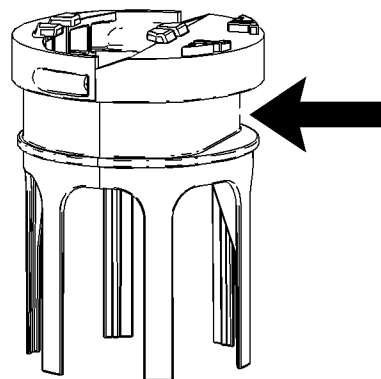

Ilustración 195
8. Apriete la abrazadera de fleje $4,5 \pm 0,7 \text{ N}\cdot\text{m}$ ($40 \pm 6 \text{ lb}\cdot\text{pulg}$) y verifique que esta esté alineada, como se muestra en la ilustración 195, con el lugar plano de la base. Asegúrese de que el filtro no se apretuje cuando apriete la abrazadera de fleje.
10. Apriete los pernos (6) en una secuencia alternada a un par de $5 \pm 1 \text{ N}\cdot\text{m}$ ($44 \pm 9 \text{ lb}\cdot\text{pulg}$). Apriete los pernos (6) nuevamente en una secuencia alternada a un par de $5 \pm 1 \text{ N}\cdot\text{m}$ ($44 \pm 9 \text{ lb}\cdot\text{pulg}$). Aplique lubricante para caucho al sello anular dentro de los conjuntos de manguera (1).